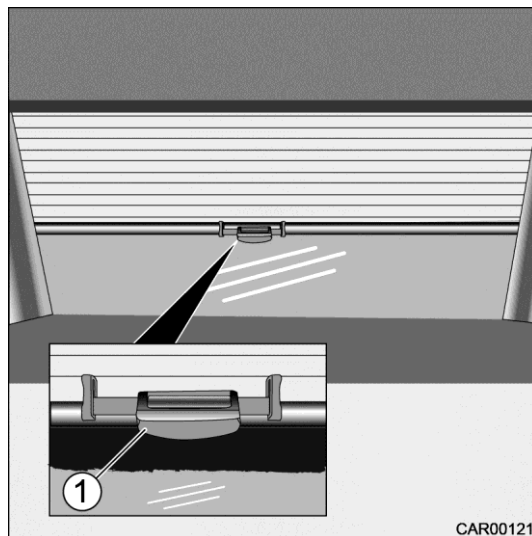

Fig. 72 Store occultant plissé de pare-brise
1. Débloquer le store occultant avec la poignée de déverrouillage (Fig. 72/1) et le tirer vers le bas.